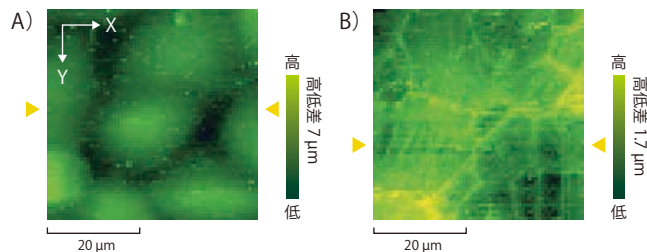

図1. 液中での A) HeLa細胞と B) iPS細胞の形状像
A) HeLa細胞と B) iPS細胞を一定荷重 (2 nN) まで押し込んだ時の形状像です (図1)。